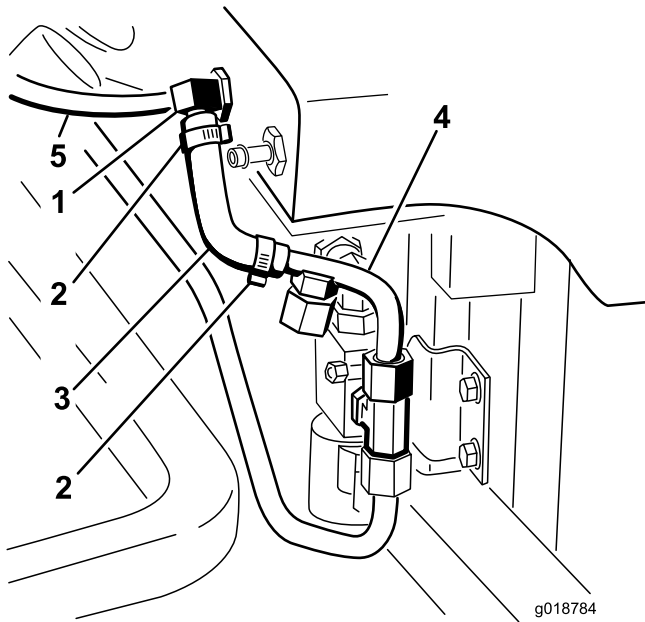

Figure 31
10. Glissez les deux petits colliers sur le petit flexible hydraulique moulé (Figure 31).
11. Raccordez le côté long du flexible moulé au raccord en T à 90° dans le réservoir hydraulique (Figure 31).
12. Raccordez le côté court du flexible moulé au bout cannelé de la conduite hydraulique N° 4 (Figure 31).
14. Montez la conduite hydraulique (flexible) n° 5 sur le petit raccord en T à 90° (Figure 31) sans la serrer.